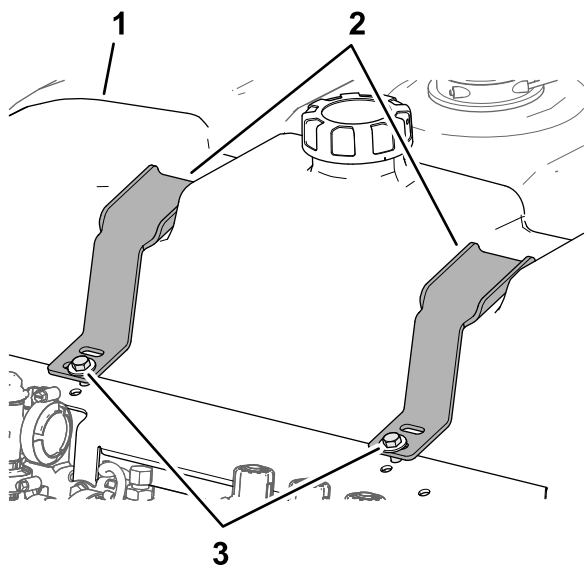

Рисунок 42
1. Заполните промывочный бак чистой водой (Рисунок 42).
2. Проверьте отсутствие люфта между прижимами и промывочным баком (Рисунок 42).
3. В случае, если вы обнаружите люфт между прижимами и промывочным баком, затяните болт(болты) и фланцевую контргайку(контрагайки) до плотного прилегания прижимов к промывочному баку (Рисунок 42).